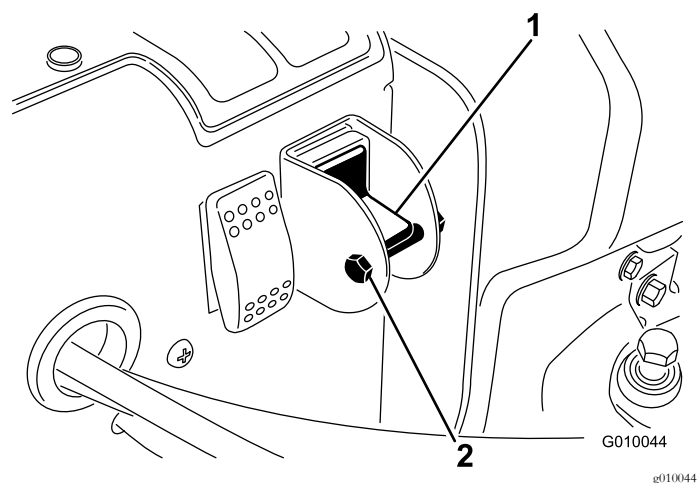

Bild 29
4. Entfernen Sie die Arretierschraube und die Mutter vom Auswahlwechsler (Bild 29).